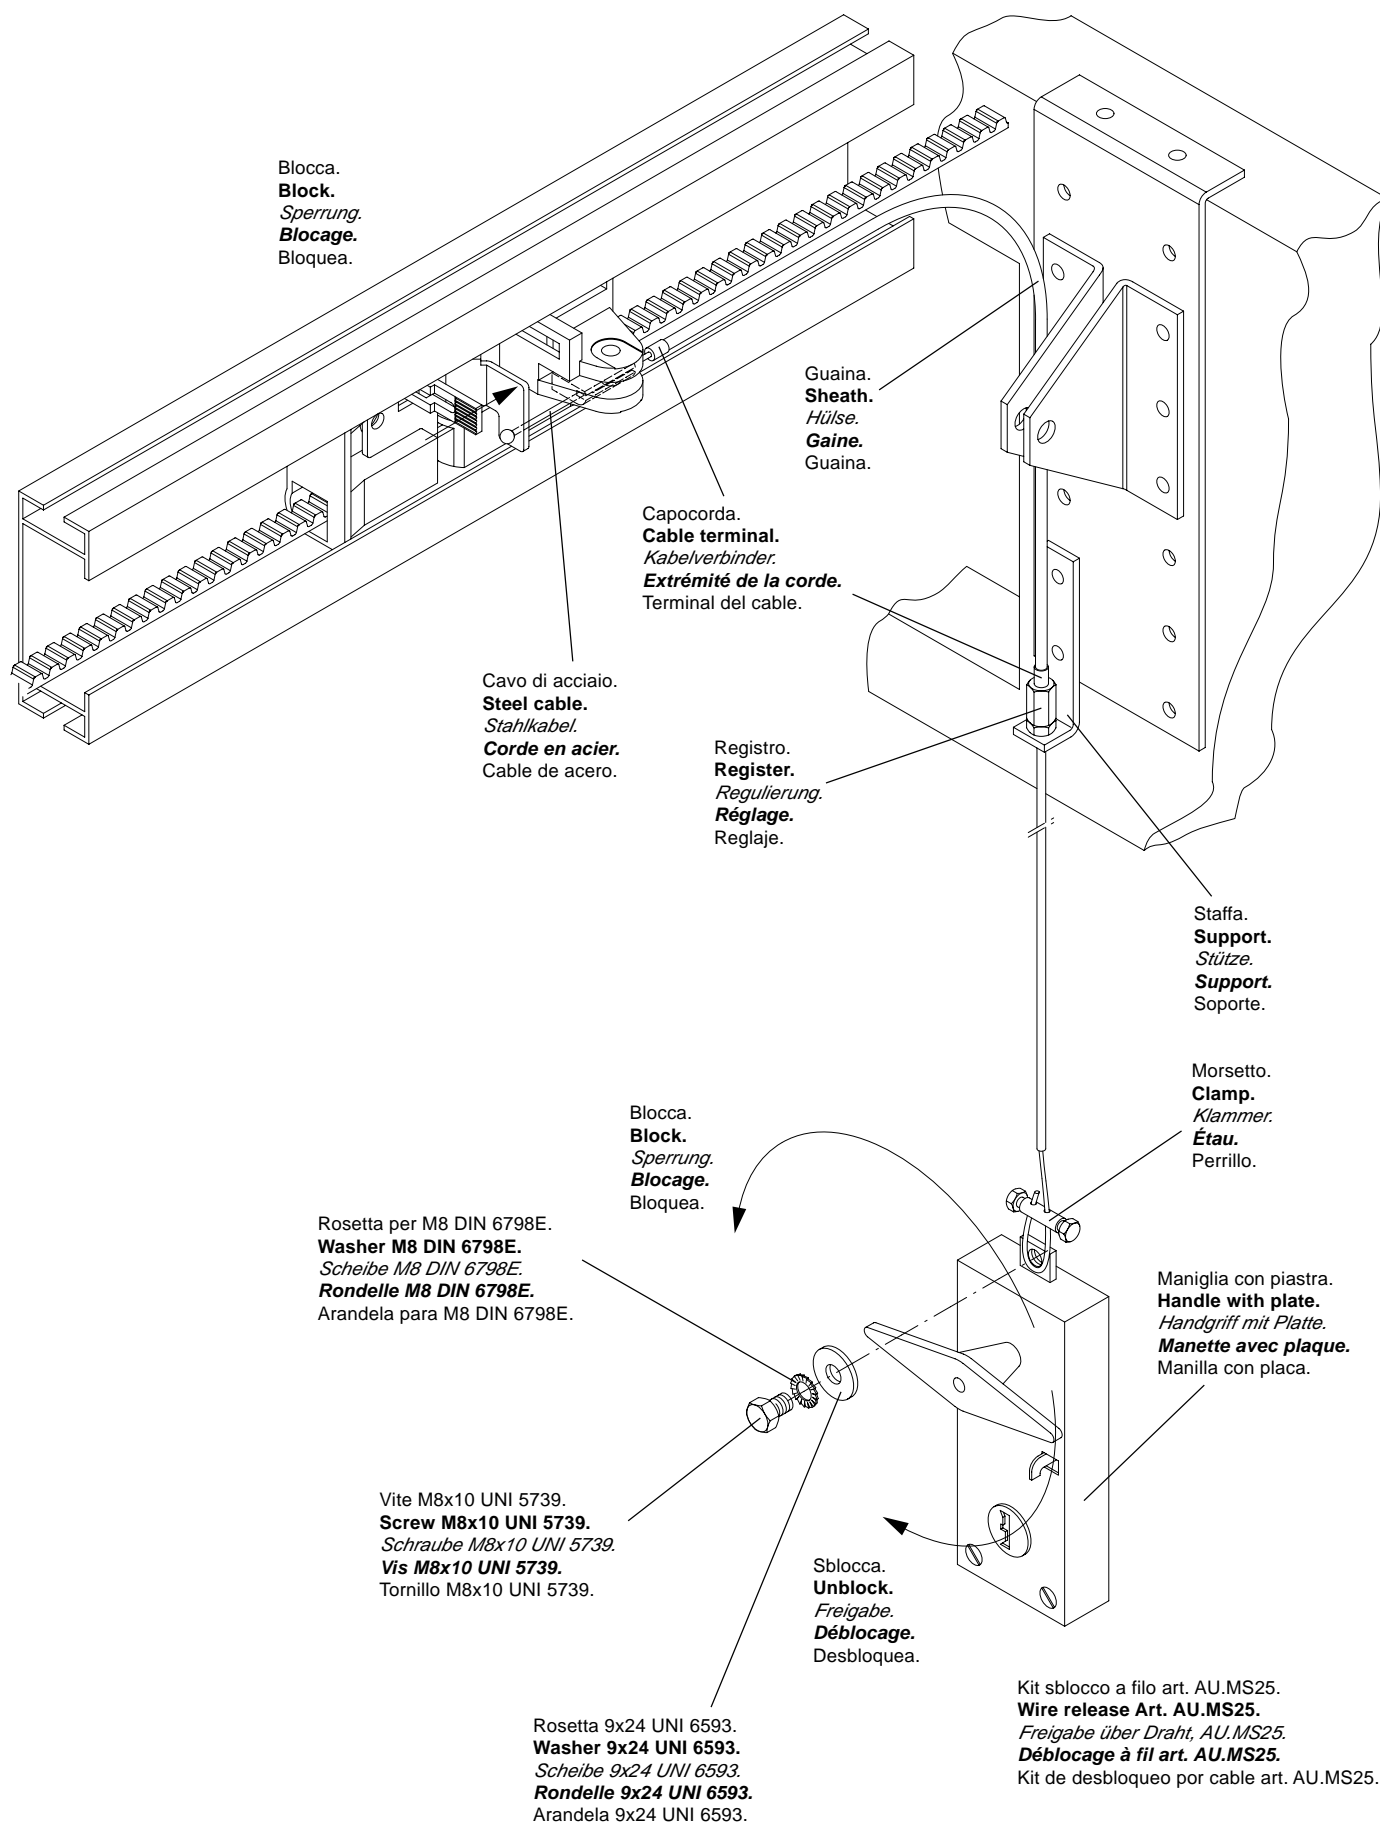

Fig.11
Nelle porte sezionali è possibile sbloccare l'automazione anche dall'esterno utilizzando l'art. AU.MS25 montandolo secondo fig.11. Per il ripristino del funzionamento automatico procedere come sopra.
In sectional doors, the system can be released also from outside by using item AU.MS25 and assembling it according to fig. 11. To return to the automatic mode, proceed as above described.
*Bei den sektionalen Türen kann die Automatik auch von außen mit Hilfe des Art. AU.MS25 freigesetzt werden; das Teil wird laut Abb. 11 montiert.*
*Dans les portes sectionnelles, l'automatisme peut être déverrouillé également de l'extérieur à l'aide de l'art. AU.MS25 monté conformément aux indications illustrées fig.11.*
En las puertas plegables es posible desbloquear la automatización también desde el exterior utilizando el art. AU.MS25 montándolo como mostrado en la fig.11.